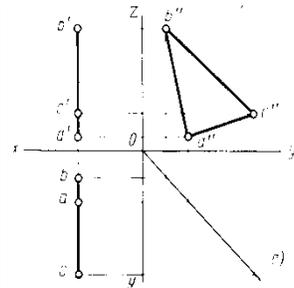

Рисунок 13
- 3)  $P // \Pi_3$  – **профильная** плоскость (Рисунок 13)